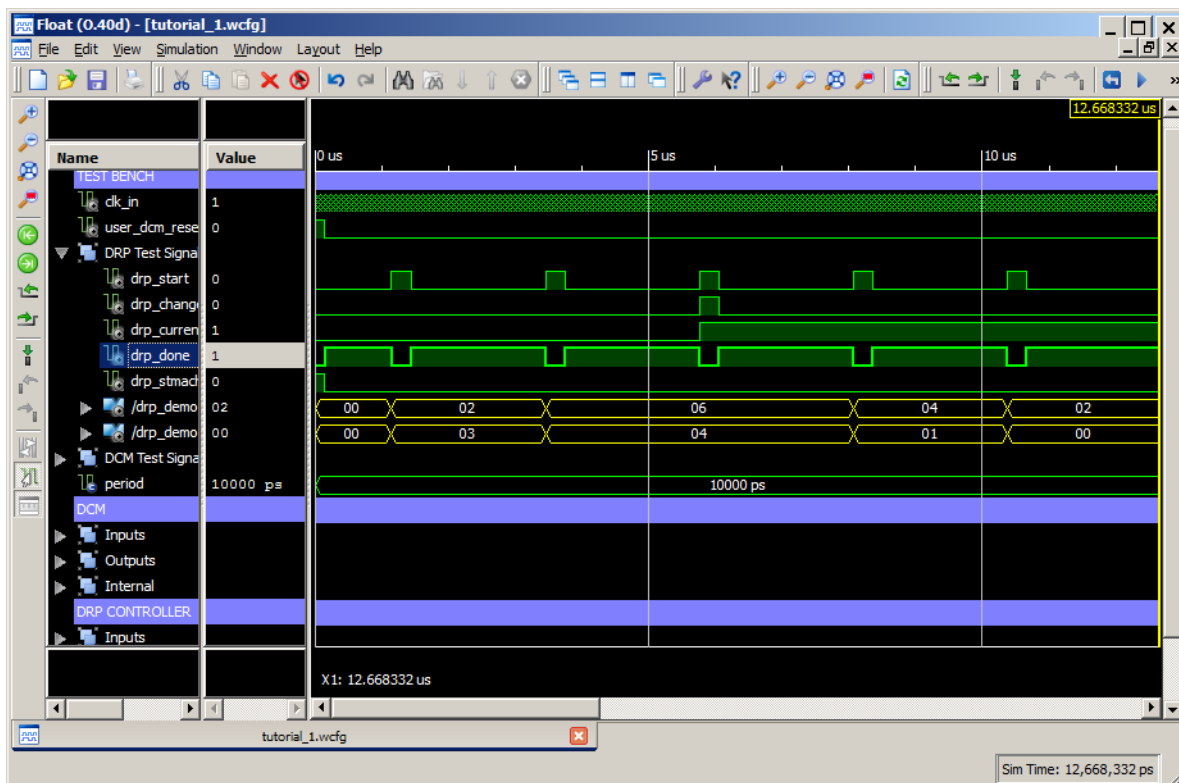

図 4-23 : 13us シミュレーション時間後の波形ウィンドウ
1. 現在の波形コンフィギュレーションに名前を付けるには、[File] → [Save As] をクリックします (図 4-23)。
波形コンフィギュレーションは、図 4-23 のように表示されます。